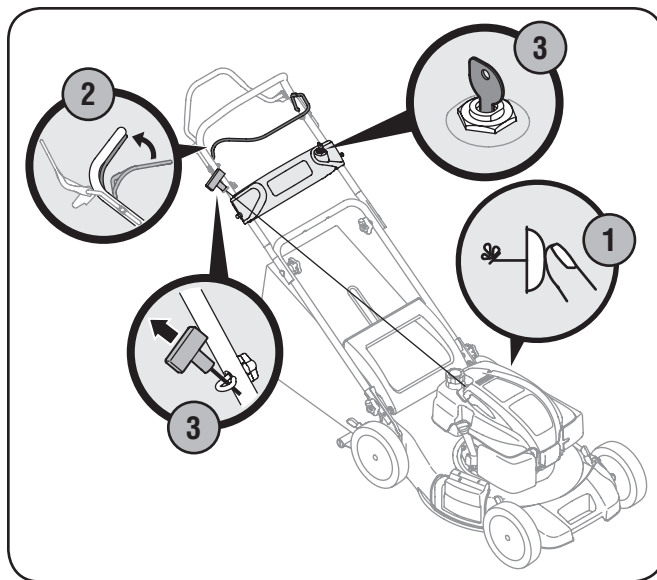

Figure 9-3
1. Oprima el cebador 3 veces. Espere aproximadamente dos segundos entre cada presión. Vea la fig. 9-3. En climas con temperaturas de abajo de 50°F, oprima el cebador 5 veces. Después de que el motor es calentado, un tiempo puede ser necesario para todas las temperaturas.
2. Colóquese detrás de la podadora, apriete la manija de control de la cuchilla y sosténgala contra la manija superior. Ver la Fig. 9-3.
3. **Arrancador de retroceso:** Tire suavemente de la empuñadura del arranque hasta sentir la resistencia, luego tire rápidamente para reducir la compresión, impedir la tensión de retroceso y arrancar el motor. Repita de ser necesario. Vea la Fig. 9-3.
Arrancador eléctrico: Gire la llave de encendido a la derecha para poner en marcha el motor. Suelte la llave una vez que el motor se ha puesto en marcha. Vea la Fig. 9-3.